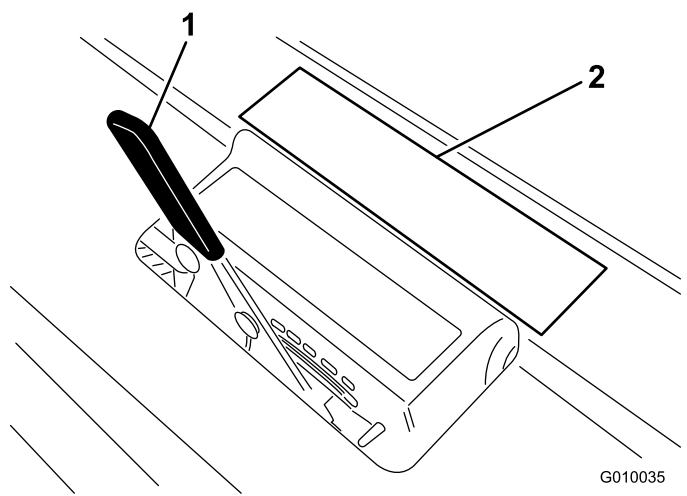

Figura 16
3. Aezăi dintelul pe autocolantul referitor la adâncimea dintelui (Figura 16) cu 1 capăt aliniat cu adâncimea de aerare dorită (consultați suprapunerea dinilor de pe autocolant).